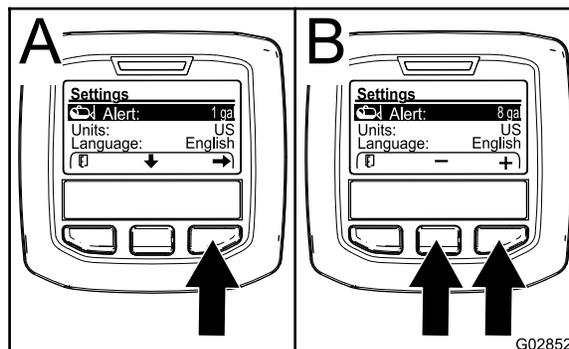

Рисунок 8
1. Нажмите среднюю кнопку выбора, чтобы выделить настройку Alert (Предупреждение) (Рисунок 8).
2. Нажмите правую кнопку выбора (Рисунок 8).
3. С помощью средней или правой кнопки выбора введите минимальный объем жидкости в баке, при котором во время работы опрыскивателя будет появляться предупреждение на дисплее (Рисунок 8).